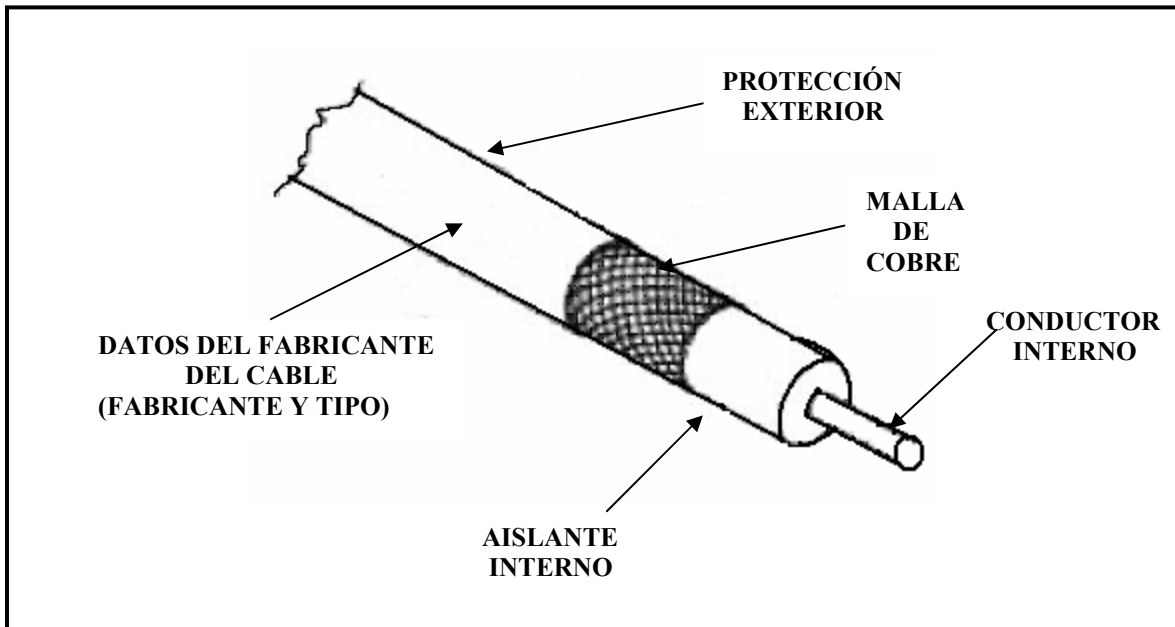

FIGURA 1.4.5 Esquema de un cable coaxial.
- **Coaxial:** Consta de un hilo conductor interno rodeado de un material plástico como poliuretano o polietileno, encima del cual hay una malla metálica cubierta a la vez por una capa de polivinilo o caucho (figura 1.4.5). También hay cables coaxiales en los que en lugar del material plástico interno, utilizan dieléctrico de aire⁽²⁴⁾ el cual tiene una Z_0 dada por: